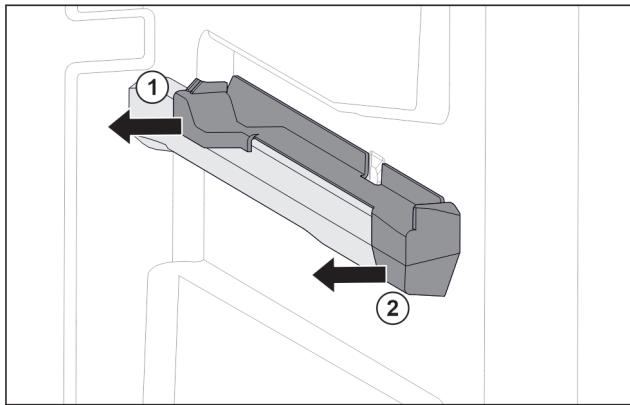

Fig. 146 Nasazovací díl na pravém žebrování na nádoby
- Stáhněte nasazovací díl vzadu na stranu. Fig. 146 (1)
- Stáhněte nasazovací díl vpředu na stranu. Fig. 146 (2)